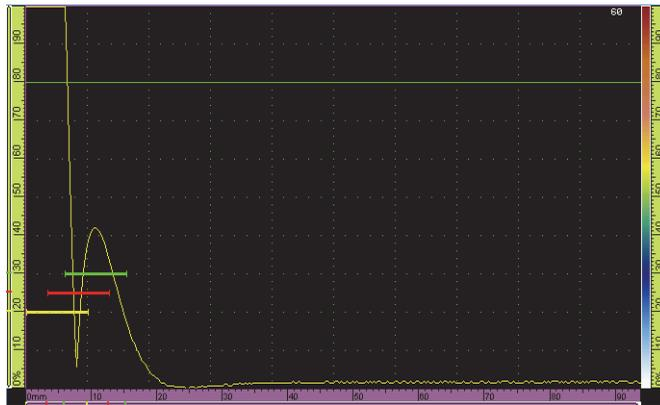

Figure 6-15 Grille verte dans le A-scan
1. Touchez la section **Options** de la barre de titre, et puis sélectionnez **Grille**. La grille s'affiche dans la vue A-scan (voir la Figure 6-15 à la page 195).